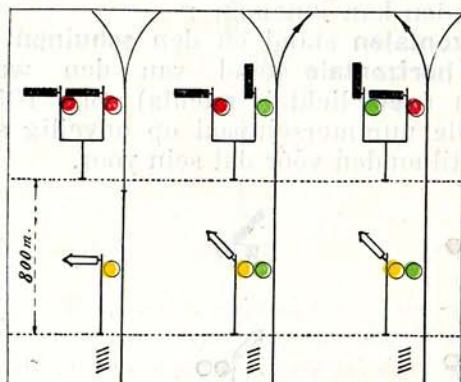

Fig. 107.
a) den **horizontalen stand** (**geel licht 's nachts**), die **stilsthouden** beveelt **vóór den kandelaarseinpaal**, of den **schuinen stand** (**geel en groen licht 's nachts**) die aanwijst dat **het sein op veilig staat voor een spoor dat niet mag bereiden worden met de normale snelheid op den gemeenschappelijken stam toegelaten.** (fig. 107.)